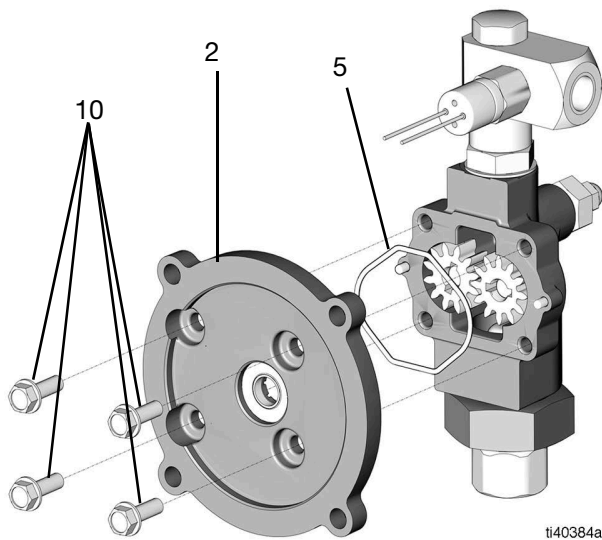

図 26
15. 1/2 インチ ソケットレンチを使用して、アダプタープレート (2) の 4 本のネジ (10) を取り外します (図 26)。
16. アダプタープレート (2) を取り外します (図 26)。
4. 4本のネジ (10) をアダプタープレート (2) に通し、1/2 インチ ソケットレンチを使って締めます (トルク 30 ft-ポンド、40.7 N•m) (図 26 参照)。